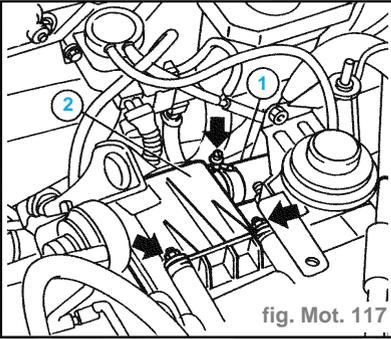

fig. Mot. 117
- Débrancher le tuyau (1) du séparateur des vapeurs d'huile (2). Dévisser les écrous de fixation du séparateur (2) ; un troisième écrou (non illustré) se trouve sur la partie inférieure du séparateur (fig. Mot. 117).